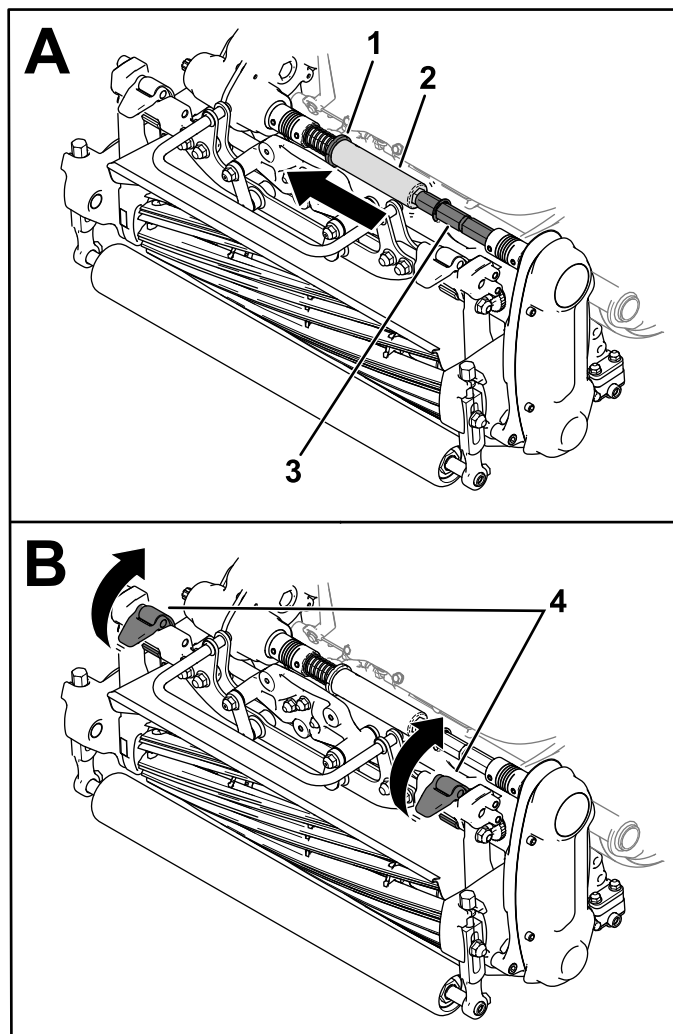

Figura 40
3. Spostate il collare (Figura 40) nella scanalatura dell'albero di trasmissione.
4. Fate scorrere il tubo esagonale per estrarlo dal giunto di accoppiamento dell'apparato di taglio (Figura 40).
5. Sollevate i fermi delle sospensioni per rimuovere l'apparato di taglio dalla macchina (Figura 40).